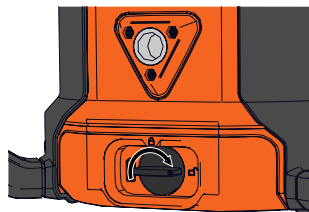

Figura 11
1. Presione y gire la perilla de bloqueo de la batería hacia la derecha hasta la posición "UNLOCK" (desbloqueo). (Figura 11)